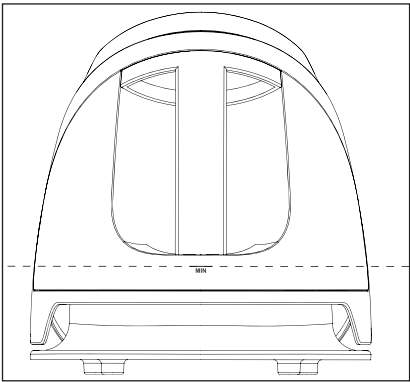

Abb. 1
- Sobald der Füllstand des Wassertanks ⑦ die Markierung **MIN** unterschreitet (siehe Abb. 1), wird kein Wasser mehr in die Dampfkammer gepumpt und die Dampfausgabe stoppt.